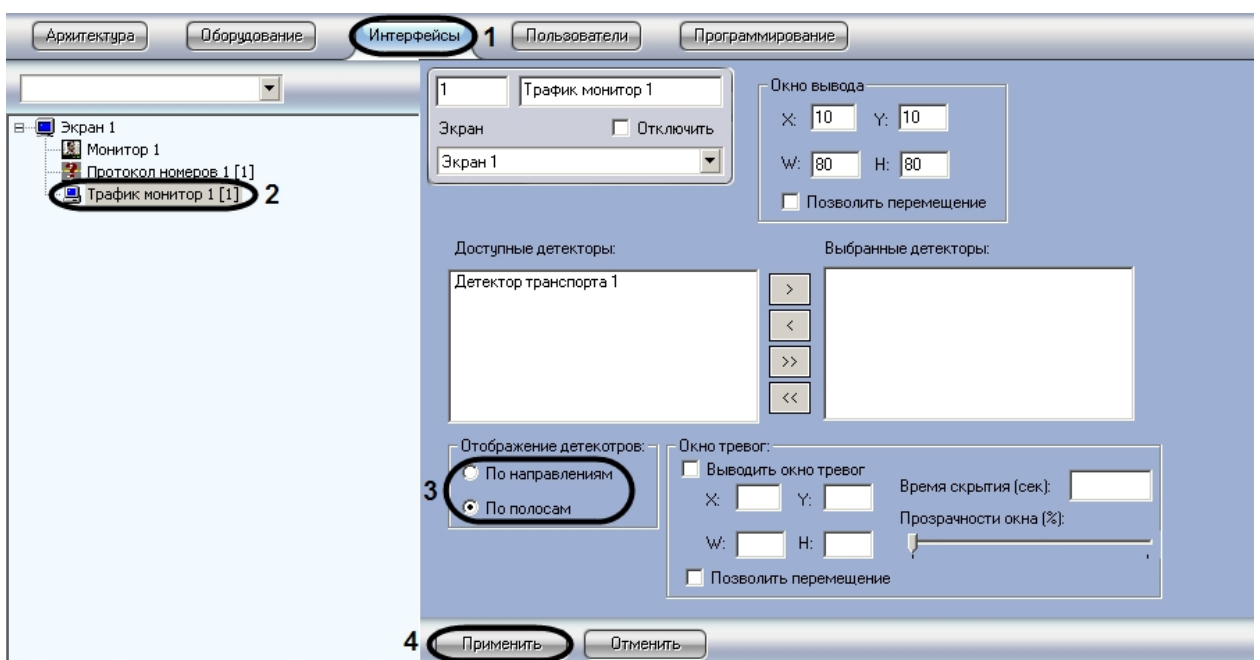

Рис. 98. Выбор способа отображения информации о движении ТС
1. Перейти на вкладку «Интерфейсы» диалогового окна «Настройка системы» (см. Рис. 98, 1).
2. Выбрать в дереве объект «Трафик монитор» (см. Рис. 98, 2).
3. Установить переключатель «Отображение детекторов» в одно из предложенных положений (по направлениям, по полосам) (см. Рис. 98, 3).
4. Нажать кнопку «Применить» для сохранения настроек (см. Рис. 98, 4).